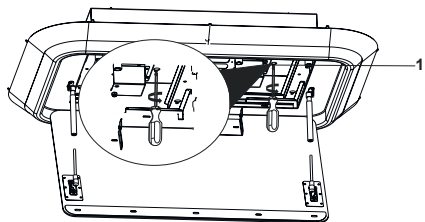

Fig. 17
11. När fläkten är upphissad helt måste skruvarna på A, B, C & D föras genom fläkten (Fig. 17) Skruva fast skruvarna för att fästa fläkten i taket (Fig. 17).